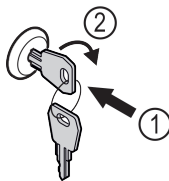

Fig. 161
- ▶ Dugja be a kulcsot. Fig. 161 (1)
- ▶ Forgassa el a kulcsot 90°-kal az óramutató járásával megegyező irányba. Fig. 161 (2)